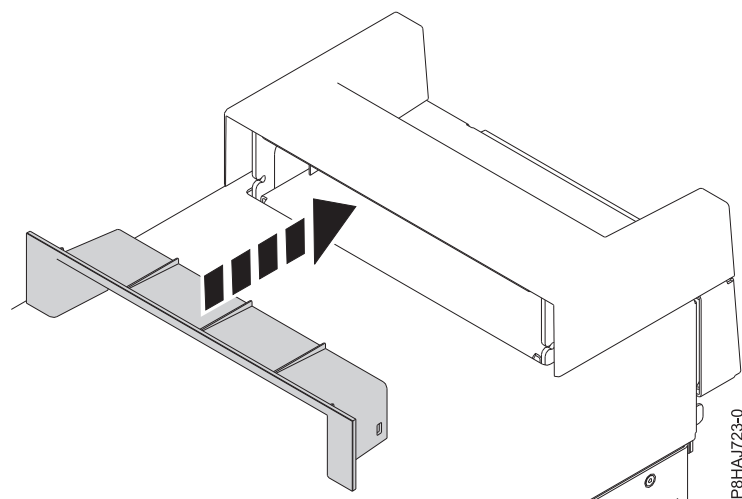

Figura 19. Inserció de la peça de la tapa de nansa en un sistema autònom 8286-41A
2. Inserir la peça de la tapa de nansa empenyent-la amb força a la tapa de nansa, tal com es mostra a la Figura 19.